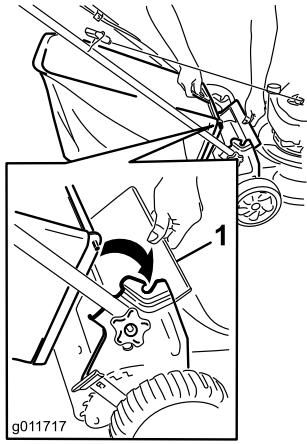

Рисунок 21
- Поднимите задний отражатель (Рисунок 21).
- Вставьте ручку мешка для травы в прорезь на кронштейнах для ручки (Рисунок 21).